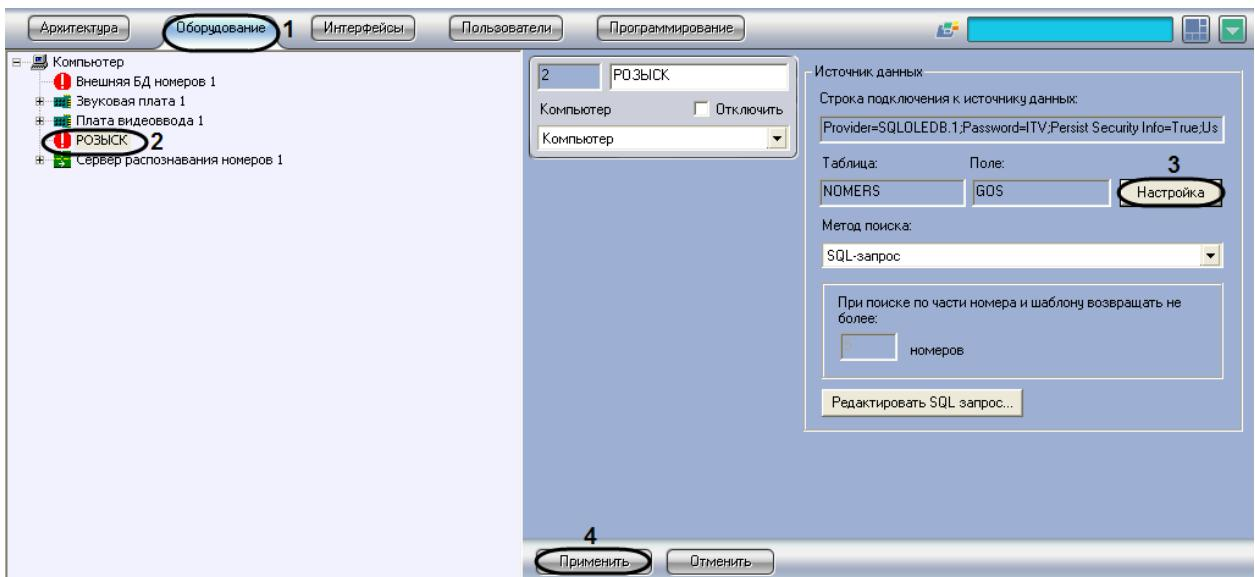

Рис. 7.6—8. Присвоение названий столбцов таблицы, содержащей номера транспортных средств
2. Выбрать в дереве объект «Внешняя БД номеров» (Рис. 7.6—8, 2).
3. Нажать кнопку «Настройка» (см. Рис. 7.6—8, 3).